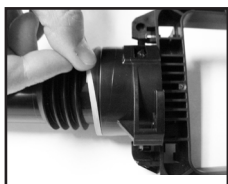

Figura 1
1. Inspeccione la empaquetadura. Si está gastada o dañada, sáquela y reemplácela como se describe en la sección *Finalización*. (Vea la Figura 1)